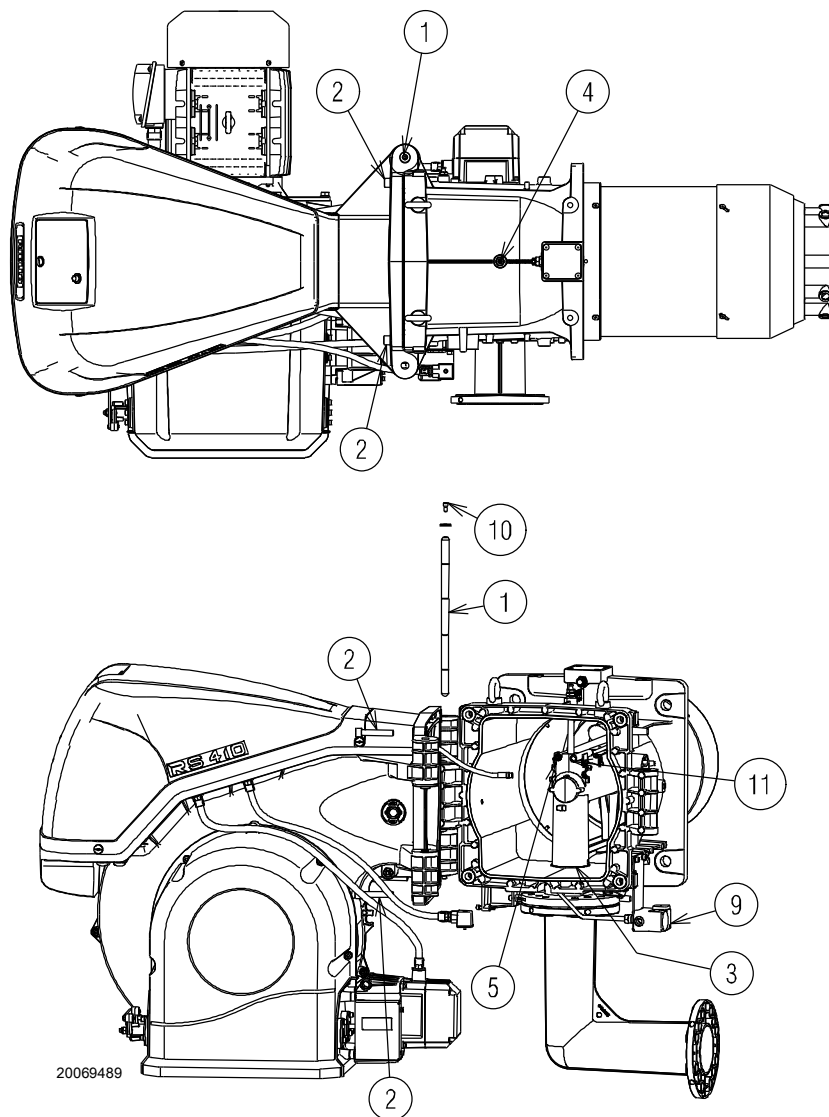

图 16
燃烧器出厂时被预设为左侧打开，因此要保持销钉 1)(图 16) 在销孔中。
- A 断开最大燃气压力开关的插头 / 插座 9)(图 16)；
- D 将燃烧器全部打开，如图 16 所示；
要从对侧打开燃烧器，必须在取下销钉 1)(图 16) 前，确认 4 个螺丝 2) 已经拧紧。
- H 断开最大燃气压力开关插座 9)(图 16)，之后按前述步骤从 C 步开始操作。